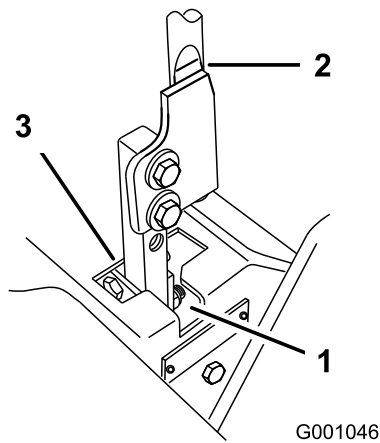

Figure 73
5. Placez le levier au point mort, sans le verrouiller (Figure 73).
6. Tirez-le ensuite en arrière jusqu'à ce que l'axe de chape (situé sur le bras au-dessous de l'axe de pivot) touche l'extrémité de la fente (c.-à-d. commence juste à appuyer sur le ressort) (Figure 73).
7. Vérifiez la position du levier par rapport au cran de la console (Figure 73). Il doit être centré de façon à pouvoir pivoter vers l'extérieur jusqu'à la position de verrouillage du point mort.